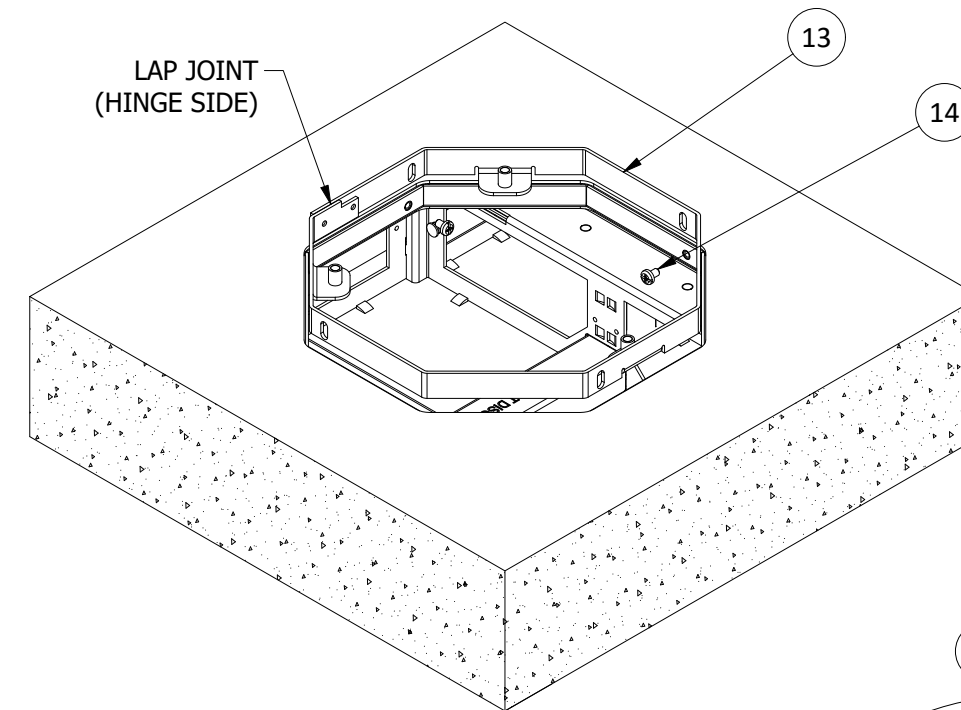

FIGURE 3
AFTER CONCRETE POUR, SEE FIGURES 3, 4, & 5
17. Orient cover support collar [13] as required by removing and reinstalling screws [14]. Lap joint in collar defines the hinge location of the cover (SEE FIGURES 3 & 4)
APRÈS LA COULÉE DU BÉTON, CONSULTER LES FIGURES 3, 4, ET 5
17. Orienter le collier de soutien du couvercle [13] au besoin en retirant et en réinstallant les vis [14]. Le joint à recouvrement du collier définit où se trouvera la charnière du couvercle (CONSULTER LES FIGURES 3 et 4).